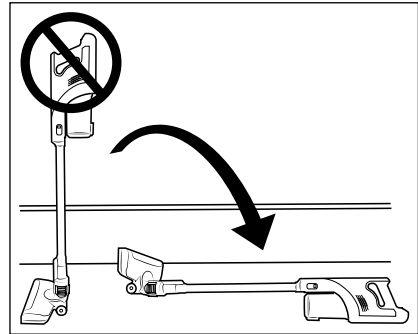

Afb. 8
- ▶ Laad de accu ② weer op zodra de accu-indicatie ②⑦ een geringe resterende lading van de accu ②  aangeeft.
- ▶ Het apparaat wordt uitgeschakeld kort nadat een lege accu ②  is aangegeven.
- ▶ De stofzuiger kan ook direct via de netvoedingsadapter ⑩ worden opgeladen. Haal daarvoor de gelijkstroomstekker ① door een lichte draaiing uit de wandhouder ⑮ en steek hem in de oplaadaansluiting ③ op het apparaat (zie afb. 8).